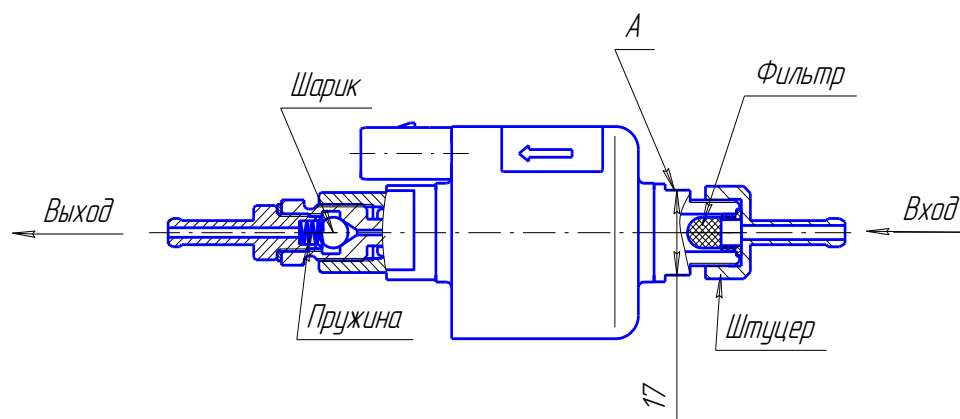

Рис.9.1 – Топливный насос
- 1) демонтировать топливный насос с автомобиля. Зафиксировав ключом (ключ на 17 мм) от поворота за поверхность А. Отвернуть штуцер и снять фильтр (см. рис.9.1), при этом запрещается фиксация топливного насоса за другие поверхности при отворачивании и наворачивании штуцера;